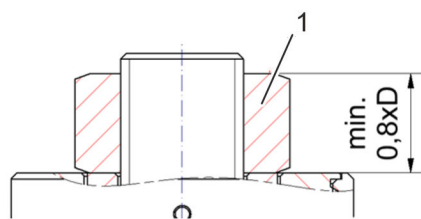

Fig. 30 : écrou de serrage client
Le tendeur PSEF est utilisé avec un écrou de serrage client (Fig. 30 /1).
L'écrou de serrage vissé (Fig. 30 /1) doit recouvrir la vis à serrer sur une longueur équivalente à au moins  $0,8 \times D$  (D : diamètre du filetage).
1. ➤ Visser l'écrou de serrage client (Fig. 30 /1).